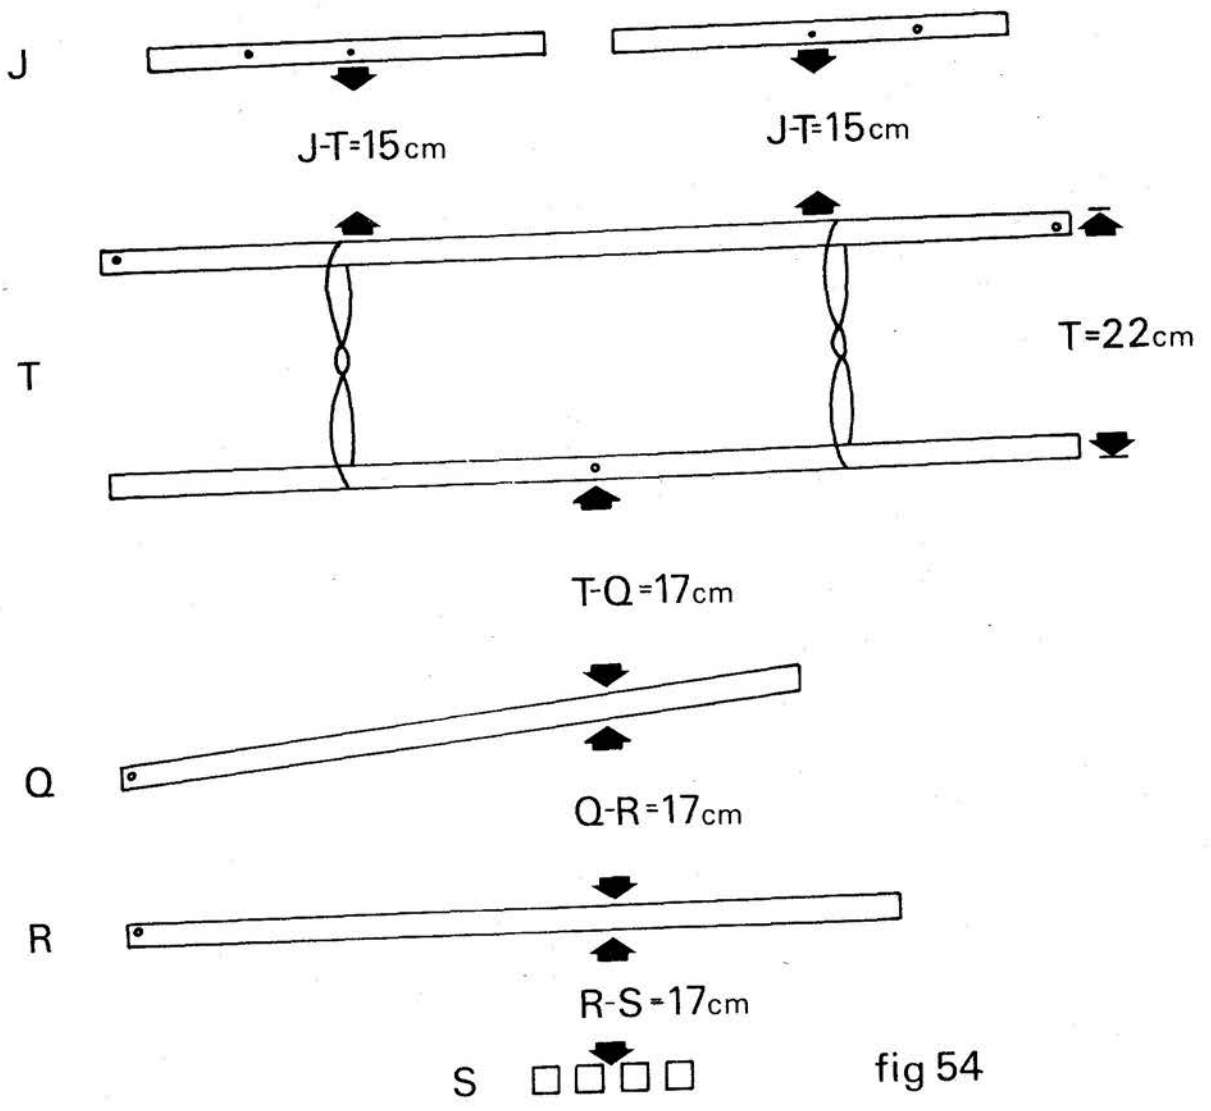

fig 54
La figure 54 montre les distances entre les différentes pièces de lames dans un métier N° 9. C'est une règle d'or pour tous les métiers à attachage en contremarche, que la meilleure foule s'obtient en divisant la distance T - S en trois tronçons égaux T-Q, Q-R, et R-S. Ces distances indiquées provoqueront une foule optima aux conditions suivantes:
- 1) il faut que les distances soient prises à partir du milieu de métier et du milieu de chaque jeu de marmousets, cf. les flèches de la figure 54, et que les distances R-S, voir ci-dessus, soient prises à partir de la contremarche la plus éloignée R4.